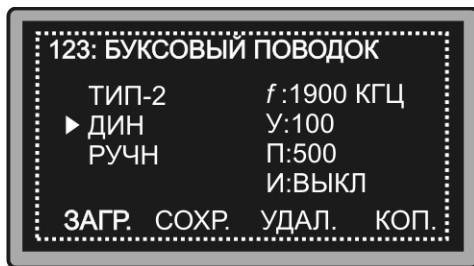

Рис. 6.8 Меню работы с программой
6.7.2.3 Для перелистывания страниц программ использовать кнопки "←" и "→". Далее кнопками "↑", "↓" установить курсор на ячейку «001 ТЕКУЩИЕ» и нажать кнопку "←". При этом на дисплее дефектоскопа появится меню работы с программой и будут загружены текущие настройки дефектоскопа (рис. 6.8).